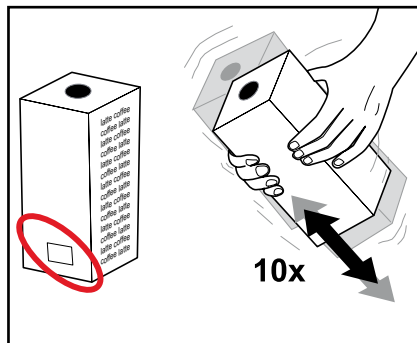

図2
- ・ パッケージに記載されている賞味期限を守ってください。（図2）
2. 製品パックは、装置にセットする前に、最低10回は振ってください。（図2）